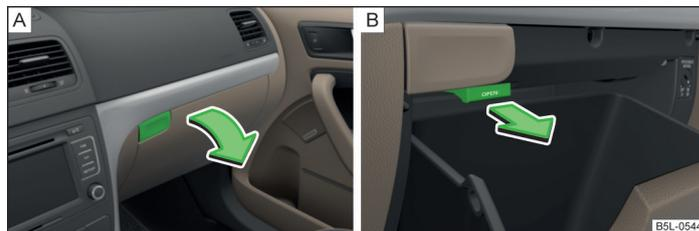

Fig. 70 Abrir el compartimento guardaobjetos / Abrir la entrada de aire
► Pulse la tecla » fig. 70 - [A].
► La entrada de aire se abre tirando de la palanca en sentido de la flecha » fig. 70 - [B].